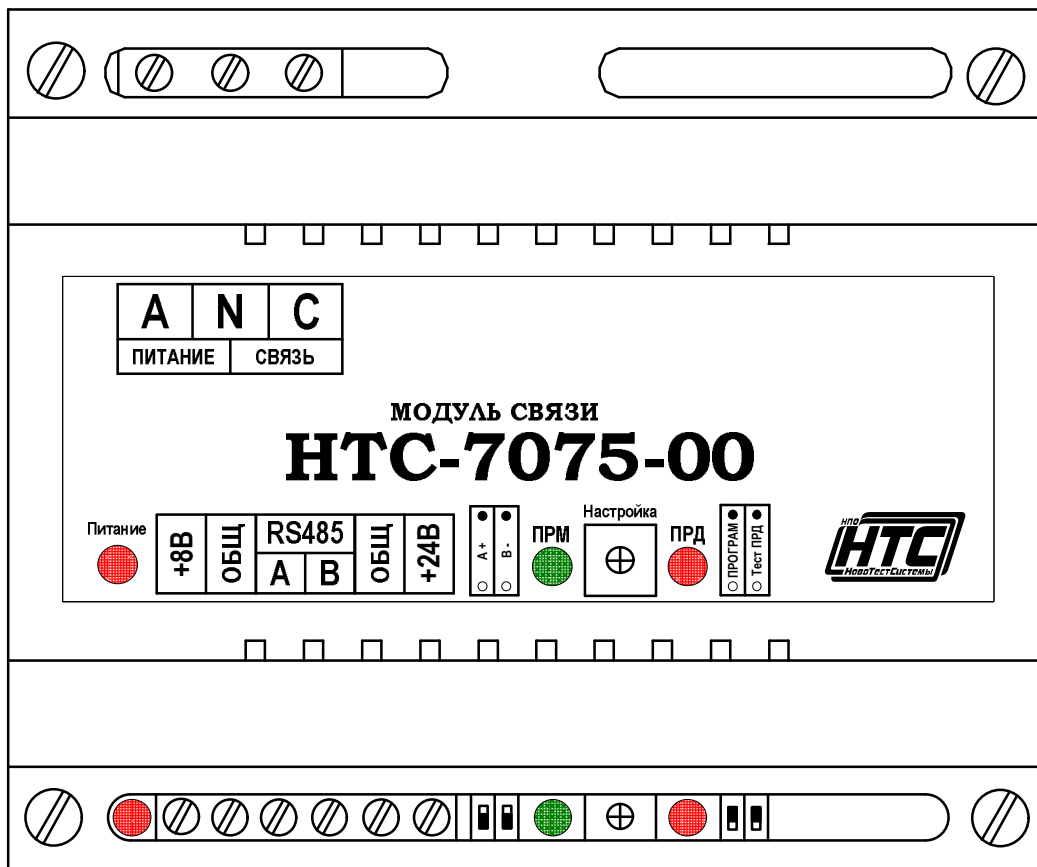

Рисунок 1. Внешний вид модуля связи НТС-7075-00.
1.5.1. Внешний вид модуля связи НТС-7075-00 приведен на рис. 1.